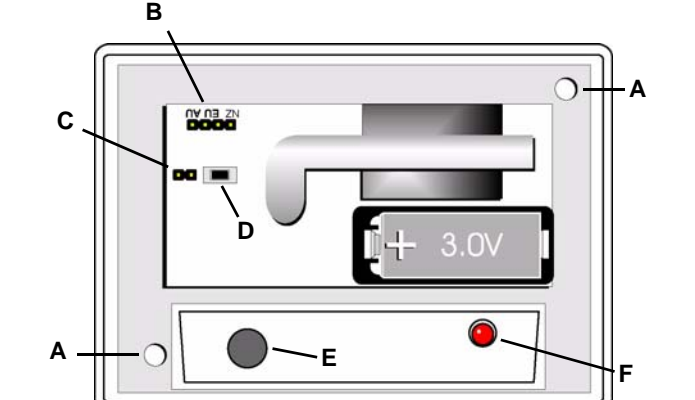

Fig. 1 Componenti del trasmettitore/sensore per il rilevamento della rottura vetri ES1247
- Installare la batteria (Fig. 1).
- Premere il pulsante Reset per reinizializzare il trasmettitore (Fig. 1).
- Posizionare un ponticello di selezione sui pin di selezione banda di frequenza interessati (Fig. 1).